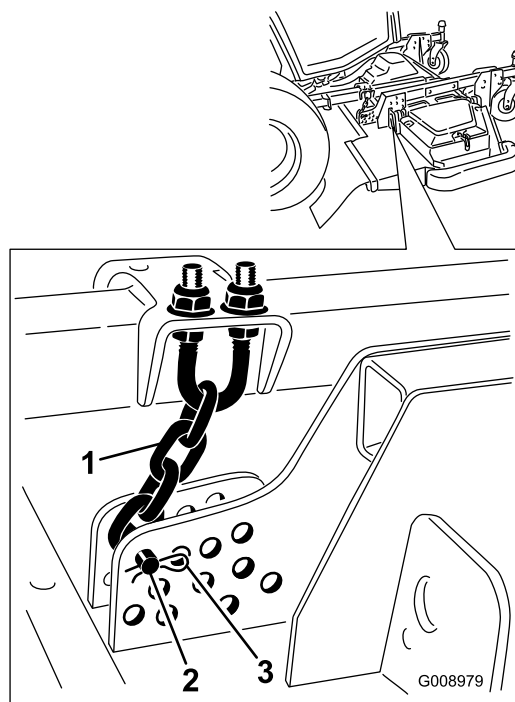

図 91
3. 刈高チェーンをカッティングユニット後部に固定しているヘアピンコッターとクレビスピンを取り外す（図 91）。